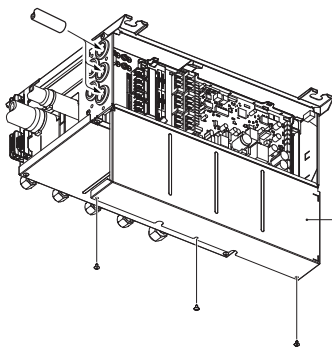

Fig. 8-5
8.1. Quando si usa il tubo protettivo (Fig. 8-5,6,7)